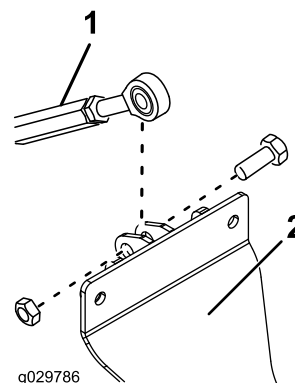

図 5
- ねじ山付きリンクの端をシリンダサポートアセンブリに固定する ボルト1/2 x 1-1/2 インチ1本、ロックナット1/2 インチ1個を使用して 図5 のように取り付ける。